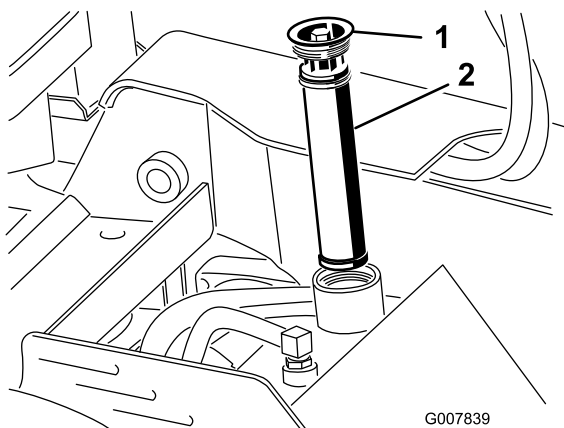

Figure 57
5. Déposez l'ancien filtre et mettez-le au rebut (Figure 57).
6. Mettez en place le filtre hydraulique de rechange et le bouchon de remplissage (Figure 57), et serrez le boulon sur le dessus à un couple de 13 à 15,5 Nm (110 à 140 po-lb).
6. Enlevez le bouchon de remplissage du réservoir hydraulique ainsi que le filtre (Figure 57).
12. Mettez en place le filtre hydraulique et le bouchon de remplissage (Figure 57), et serrez le boulon sur le dessus à un couple de 13 à 15,5 Nm (110 à 140 po-lb).